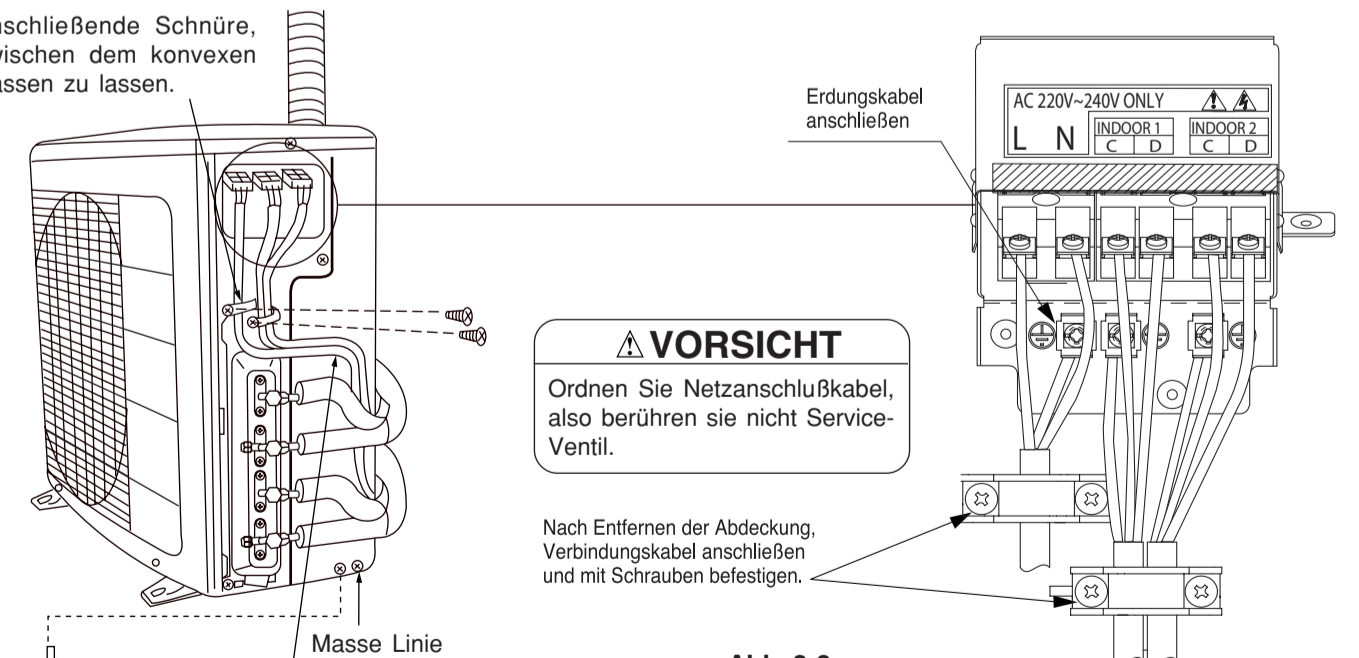

Abb. 3-3
- (2) Schließen Sie das Verbindungskabel und das Netzkabel an die Klemmenleiste an (Abb. 3-3).
- (3) Befestigen Sie die Verbindungskabel und das Netzkabel richtig mit einem Stahlband (Abb. 3-3).